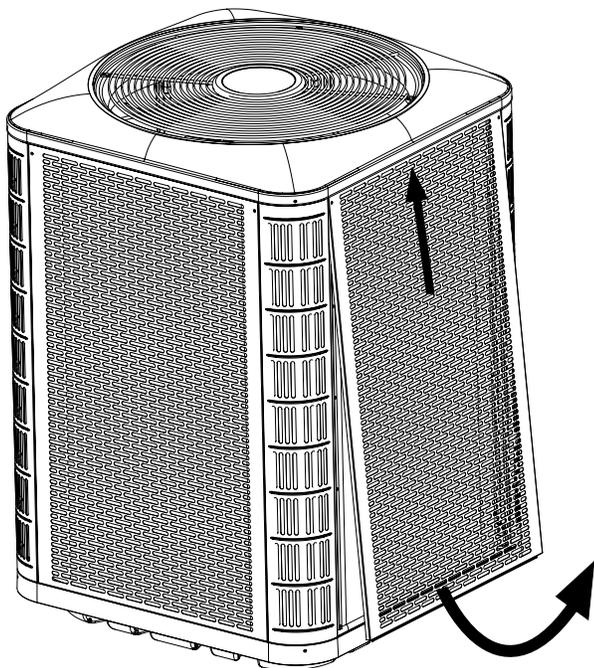
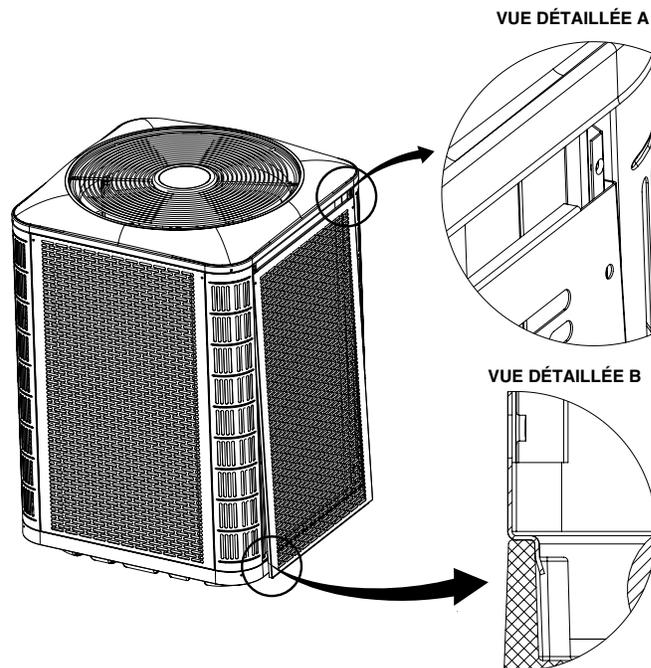

Figure 3. Désassemblage du panneau
Figure 4. Installation du panneau
- Pour accéder aux composantes internes de l'appareil, consultez la Figure 3, page 7 pour désassembler le panneau et la Figure 4, page 7 pour installer le panneau.
2. Glissez le panneau vers le haut et le bac supérieur pour dégager la bride inférieure du bac inférieur. Voyez la Figure 3.
1. Insérez les coins supérieurs des brides latérales du panneau dans les rainures du montant de coin, tel que montré dans la Vue détaillée A à la Figure 4.